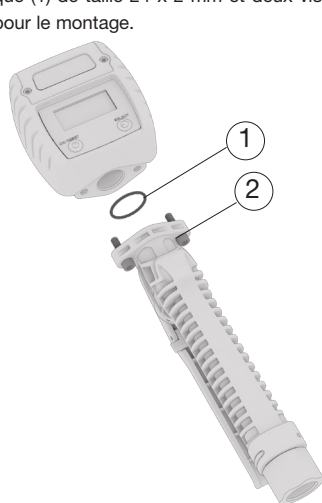

Fig. 2
- Pour raccorder le pistolet au réseau, tenir fermement le corps du pistolet et l'extrémité du tuyau tout en faisant tourner l'extrémité libre de l'émerillon jusqu'à obtenir le serrage souhaité (Fig. 2). L'étanchéité peut être obtenue en appliquant un produit d'étanchéité ou une bande de PTFE.
- Un dispositif de mesure peut être fixé au pistolet par la bride du pistolet. Utiliser un joint torique (1) de taille 24
- Joint torique (1) de taille 24 x 2 mm et deux vis (2) de M5 x 20 pour le montage.